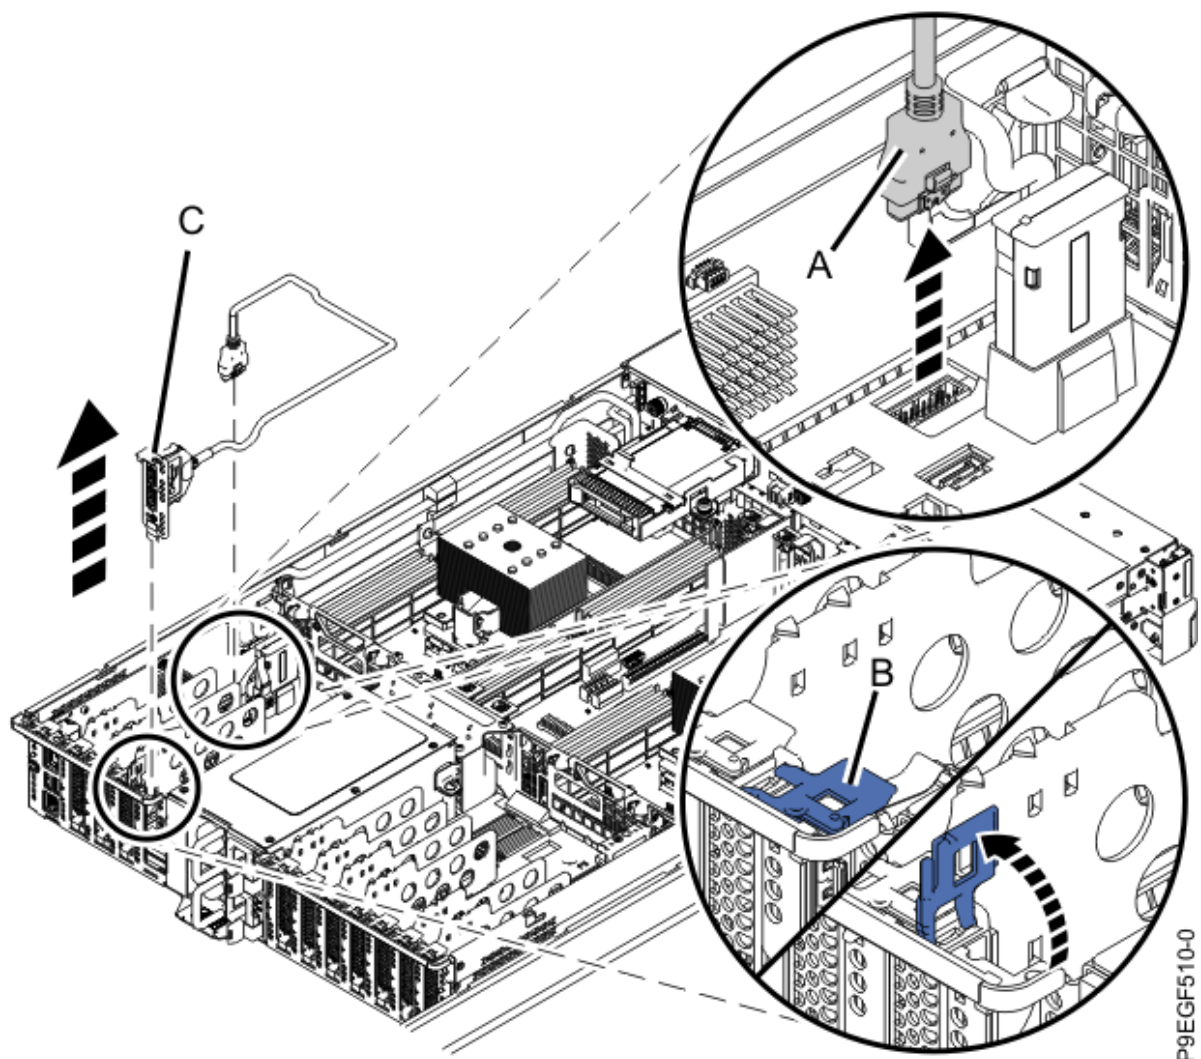

Figure 5. Retrait du câble USB arrière
3. En appuyant sur le taquet du connecteur, débranchez le câble USB arrière **(A)** du fond de panier du système, comme indiqué à la Figure 5, à la page 7,
4. A l'arrière du système, appuyez sur le taquet de la carte **(B)** et soulevez le boîtier du câble **(C)**, comme indiqué à la Figure 5, à la page 7.